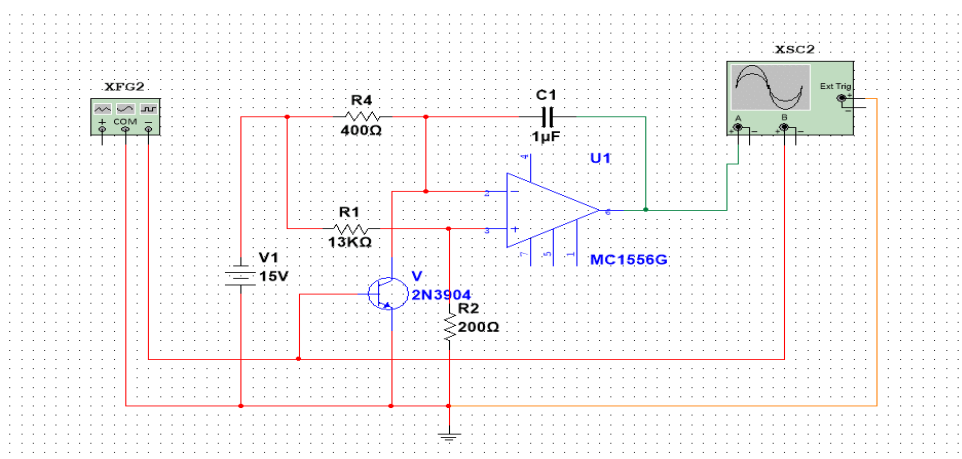

Рис. 7.1.
1. Відповідно до заданого варіанту (табл. 1) будує генератор напруги, що лінійно змінюється, на операційному підсилювачі (рис.7.1).